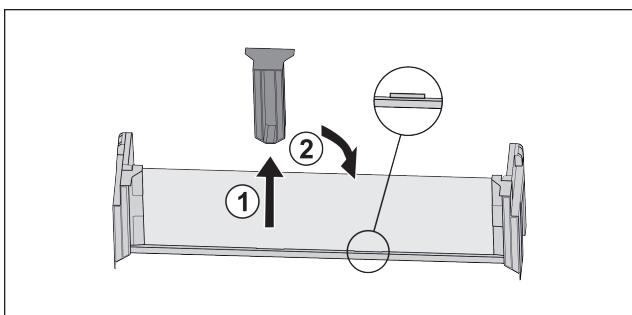

Fig. 98
► Изтеглете средната задържаща част *Fig. 98 (1)*.
► Вкарайте средната задържаща част на втората позиция *Fig. 98 (2)*.